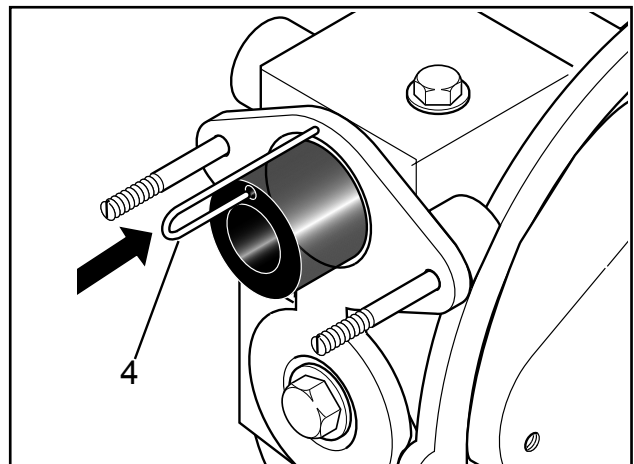
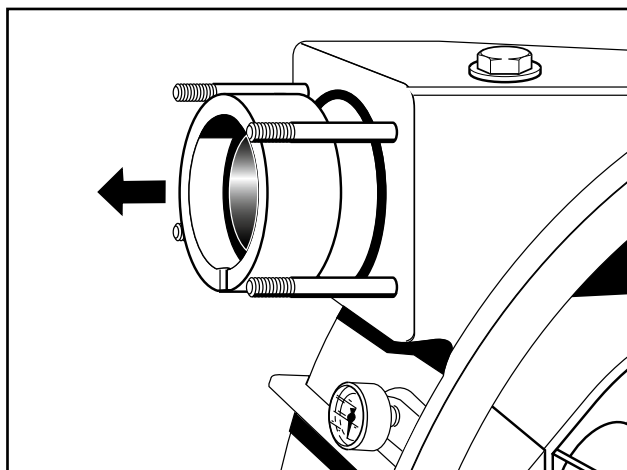

Fig. 15 4 Posición del orificio de vacío IP100/200
Fig. 17 Desmontaje del paquete del anillo de apriete
6. A continuación, desmonte los tubitos de purga de aire (lado de aspiración y de descarga) (Fig. 15 y 16). Extraiga las arandelas de retención con las juntas tóricas (tubo flexible) del tubo de bombeo (Fig. 17).
IP 400-800: Primero inserte el tubito de purga de aire (lado de aspiración) en el orificio pequeño del tubo flexible y colóquelo en la ranura de la arandela de retención (delgada) (Fig. 17). Introduzca el otro extremo del racor acodado y atorníllelo mediante la tuerca racor.